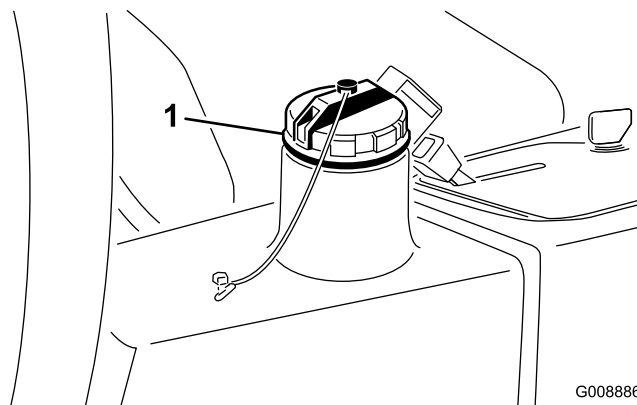

Figura 71
4. Llene el depósito (Figura 71) con aproximadamente 13,2 litros de aceite hidráulico; consulte Comprobación del sistema hidráulico.